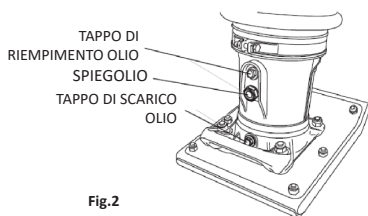

Fig.2
- Se l'olio non è visibile, aggiungere Mobil ISO VG46 o altro olio con lo stesso standard nell'apertura del tappo di riempimento dell'olio (Fig. 2). Il bagno contiene circa 1000 cc.